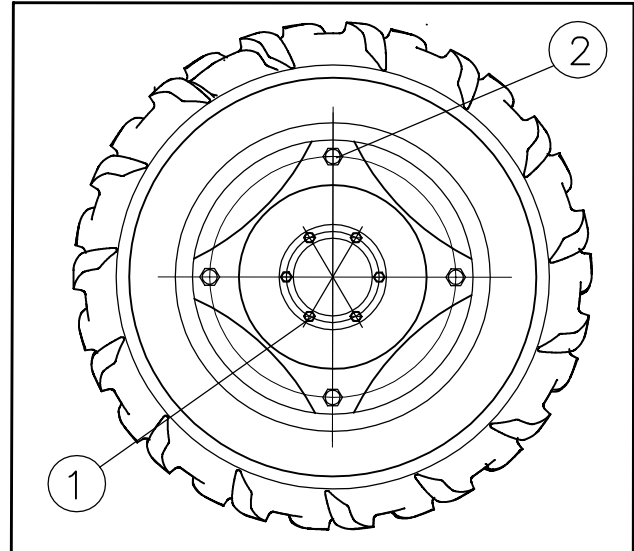

Abb. 4.30
- (1) Vorgeschriebenes Anzugsmoment für die Radmuttern (Abb. 4.30) 250 Nm
- (2) Rand zu Scheibe 280 Nm Abb. 4-30